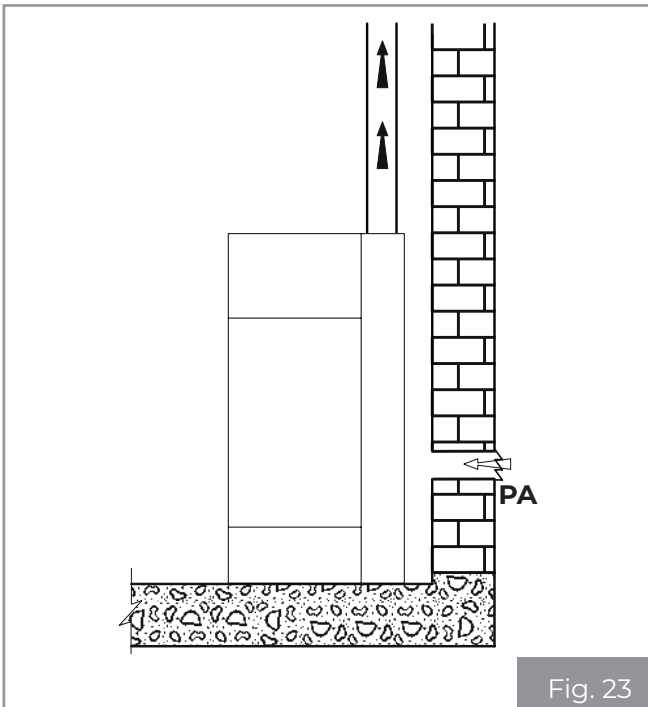
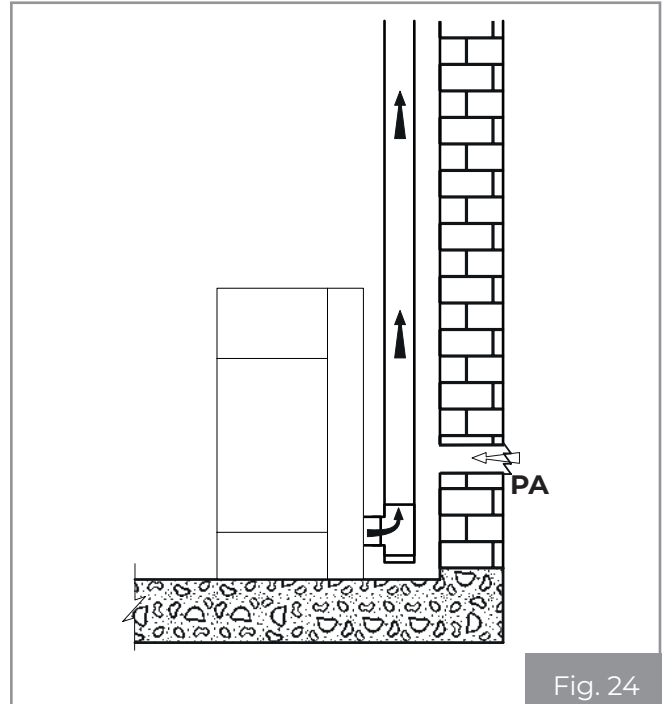

Fig. 23
Fig. 24
- provenire dall'ambiente di installazione o da adeguati locali attigui (**Fig. 23 - Fig. 24**)
Realizzare la presa d'aria sulla parete (**Fig. 23 e Fig. 24 - PA = Presa d'Aria**), e lasciare che l'apparecchio sia libero di prelevare aria in ambiente avendo cura di collegare sul tubo di ingresso dell'aria il tratto di tubo corrugato, qualora venga fornito, fissandolo con la fascetta e piegandolo leggermente verso il basso al fine di prevenire eventuali effetti di risonanza.